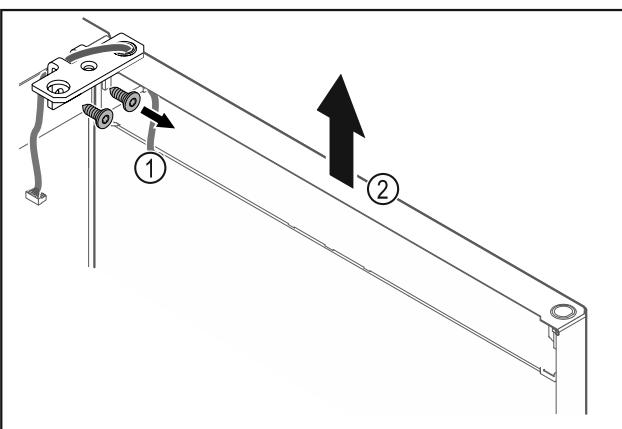

Fig. 25
- Отвинтите шарнирные уголки Fig. 25 (1).
- Дверь вместе с шарнирными уголками поднимите строго вертикально вверх Fig. 25 (2) приблизительно на 200 мм и снимите.